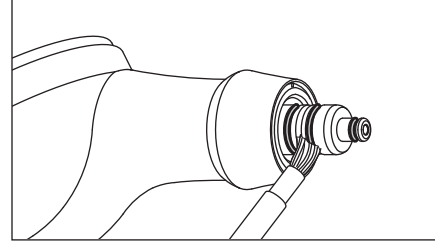

Fig.11
- 1) Bağlantı kısmının içlerini ve toz haznesinin o-ring kısmını set içerisinde verilen fırça yardımı ile dikkatlice temizleyin. (Fig. 11)